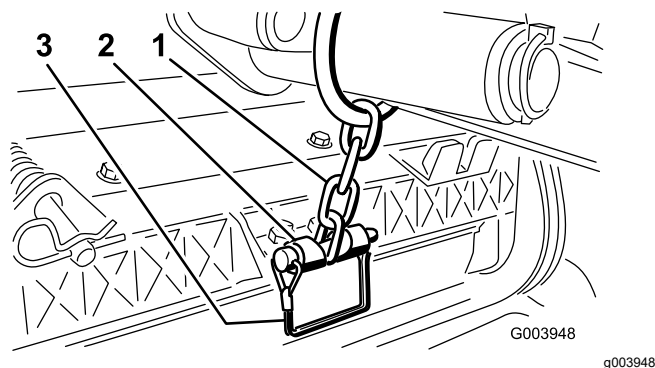

Figura 12
Nota: Utilice la ranura si se desea que la unidad de corte sea dirigible, y utilice el taladro si la unidad de corte va a quedar bloqueada en una posición fija (Figura 12).
14. Sujete la cadena del brazo de elevación al soporte de la cadena con el pasador de seguridad (Figura 12).